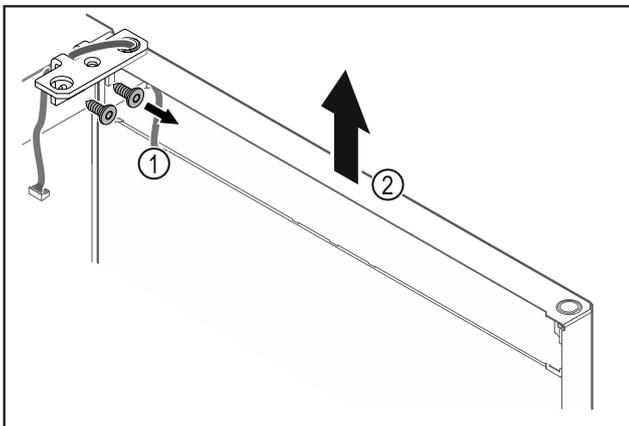

Fig. 25
- ▶ 按下合页角铁 Fig. 25 (1)。
- ▶ 将冰箱门连同合页角铁一起笔直向上提升 Fig. 25 (2)大约 200 mm 并取下。